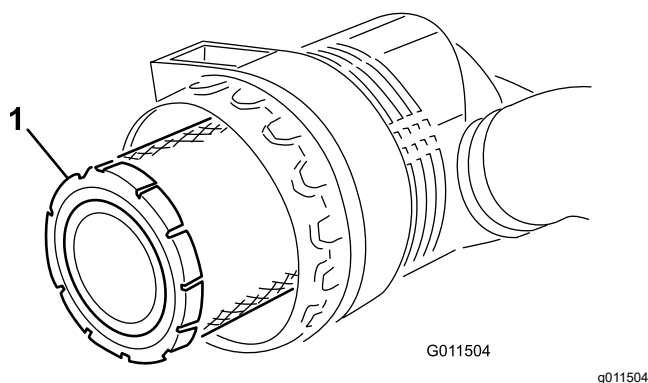

Рисунок 53
5. Снимите и замените фильтр грубой очистки (Рисунок 53).